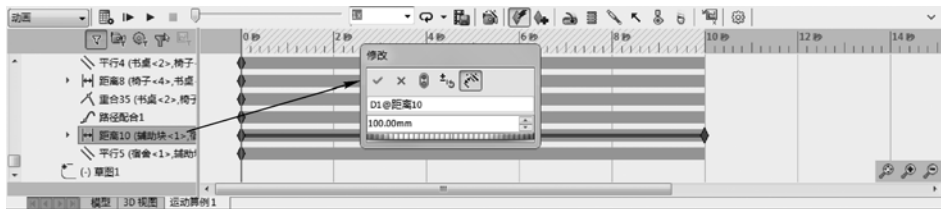

图 5-32 修改距离约束生成动画
STEP 6 首先将当前视图设置为相机视图，然后切换到运动算例环境，将当前帧移动到“10s”位置处，修改“距离 10”配合的大小为“100mm”，如图 5-32 所示。完成操作后，系统将生成动画，单击“播放”按钮，进行播放即可。